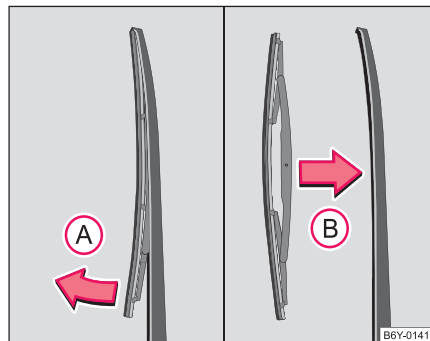

Abb. 41 Scheibenwischerblatt für Heckscheibe
- Klappen Sie den Scheibenwischerarm weg ⇒ Abb. 41.